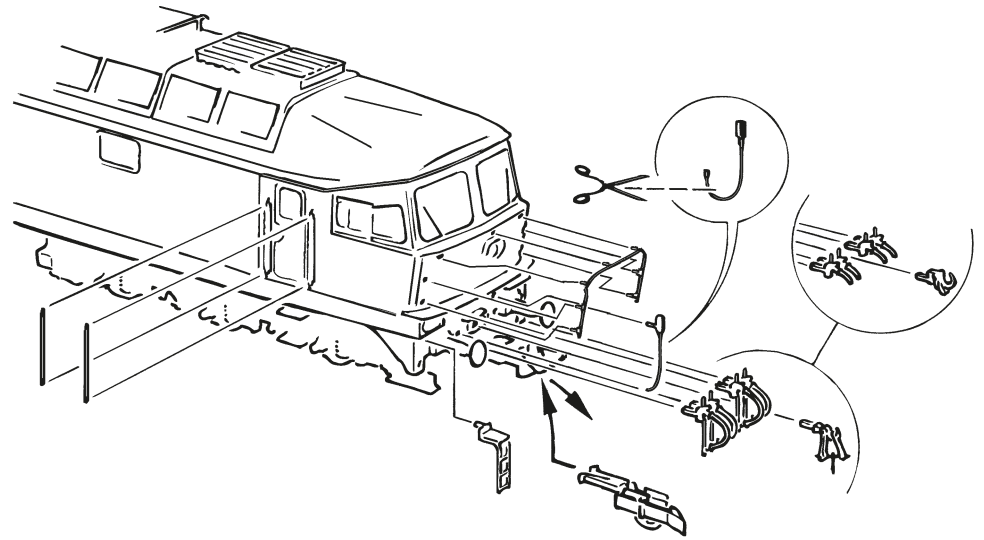

Fig. 6
2. Schmierung: Versehen Sie die im Schmierplan in Fig. 6 gekennzeichneten Stellen mit nur **kleinen Öltropfen**. Dazu zuerst das Lokgehäuse abnehmen (Fig. 2). Wir empfehlen den ROCO **Öler Art.-Nr. 10906**. Fürs Schmieren der Getriebeteile (Zahnräder, Schnecke) empfehlen wir das **ROCO-Spezialfett Art.-Nr. 10905**. Im Falle der Schmierung diese Teile **nicht ölen**.
2. Lubrication: Apply **tiny oil drops** to spots marked in fig. 6. Prior to lubrication dismantle locomotive (fig. 2). We recommend using item no. **10906, ROCO oiler**. For lubrication the gearparts (e.g. cogwheels, worm) we would recommend our ROCO **special grease** (item no. **10905**).
2. Graissage: N'appliquez **qu'une toute petite goutte** aux endroits indiqués par le plan de graissage (fig. 6) après avoir démonté la caisse de la locomotive (fig. 2). Nous vous recommandons **le graisseur à huile ROCO réf. 10906**. Pour graisser les engrenages (roues dentées, vis sans fin) nous vous conseillons la **graisse spéciale ROCO réf. 10905** pour engrenages en matières synthétiques. Lorsque vous utilisez cette graisse il faut éviter d'huiler ces composants.